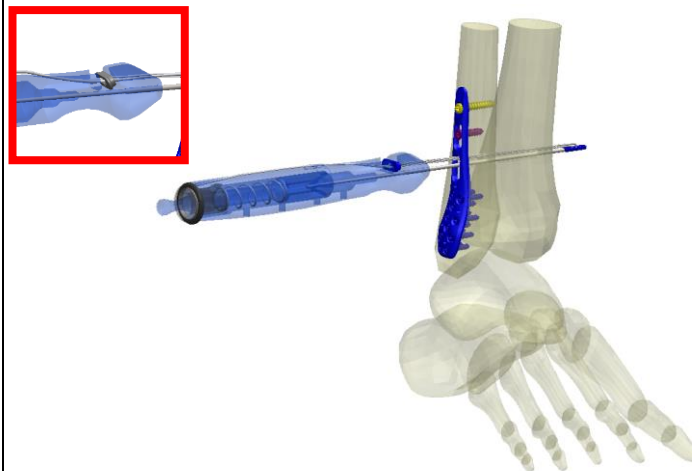

Figura 3
3. Insira o aplicador através do túnel do furo feito previamente. Verifique por meio do intensificador de imagem se o button passou da cortical medial da tibia. Posicione o Button do centro do cabo direcionado sentido superior ou inferior para garantir que na hora do acionamento o button medial fique direcionado ao longo do eixo longitudinal da tibia (figura 3).